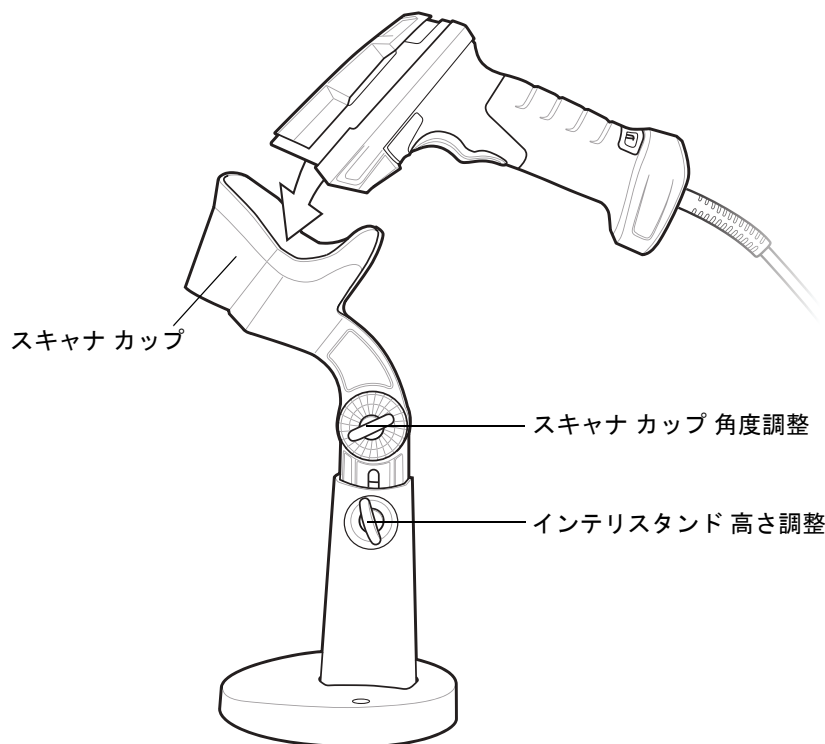

図 2-5 ハンズフリーモードでの DS3608 のスキャン
2. デジタル スキャナをインテリスタンドに取り付けます。デジタル スキャナの前面をスキャナ カップに差し込んでください (図 2-5 参照)。